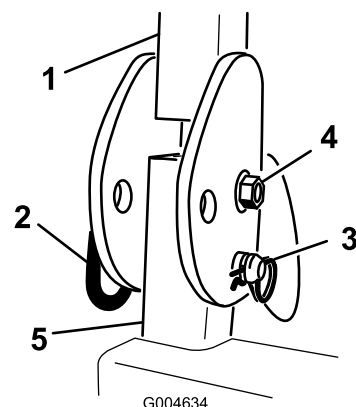

図 4
1. 保護バーについているヘアピンコッターを外して、ついているピン (2本) を抜き取る (図 4)。
2. 保護バーを立て、ピン2本で固定し、ピンが外れないようにヘアピンコッターで固定する (図 4)。